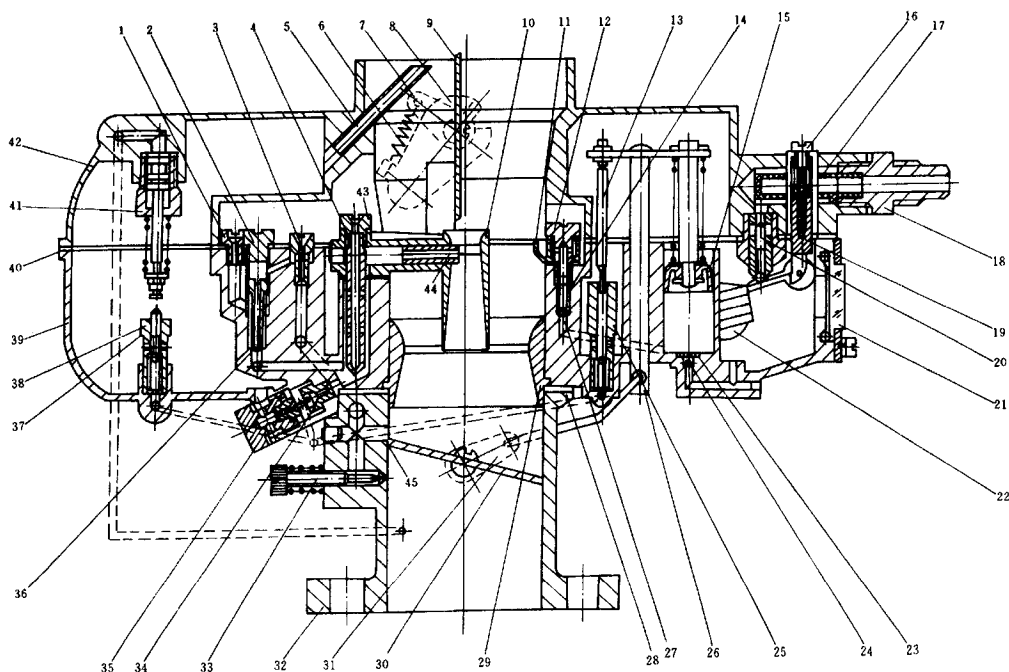

图 1-7 CAH101 型化油器
(1) CAH101 型化油器结构如图 1-7 所示。分解时, 拆卸加速泵与节气门联动机构之间的连接杆, 拧出全部上体紧固螺钉, 取下上体及上体和中体之间的衬垫。旋出浮子轴, 取出浮子、浮子支架和弹簧。取出真空省油器总成, 并分解出真空套筒、真空弹簧、真空活塞总成和真空套筒调整垫圈。取出加速泵拉钩, 抽出加速泵活塞总成, 并分解出加速泵喷嘴、加速泵重块、钢球、加速泵拉杆总成及活塞总成、活塞皮碗、弹簧及垫圈、加速泵活塞杆及弹簧, 抽出机械省油器总成, 并分解出机械省油器推杆、夹子和球阀垫圈。脱开中体和下体间的连接杆, 拧出中体全部紧固螺钉, 取出中体及下体间衬垫。从上体拆下阻风门总成, 并分解出阻风门轴、回位弹簧、半自动阻风门拉簧、阻风门拉杆及轴套、阻风门。拆下进油管接头, 取出进油滤网。从中体拆下大喉管、主量孔、泡沫管总成、功率量孔、第一和第二怠速空气量孔、恒温阀总成及双片金属。